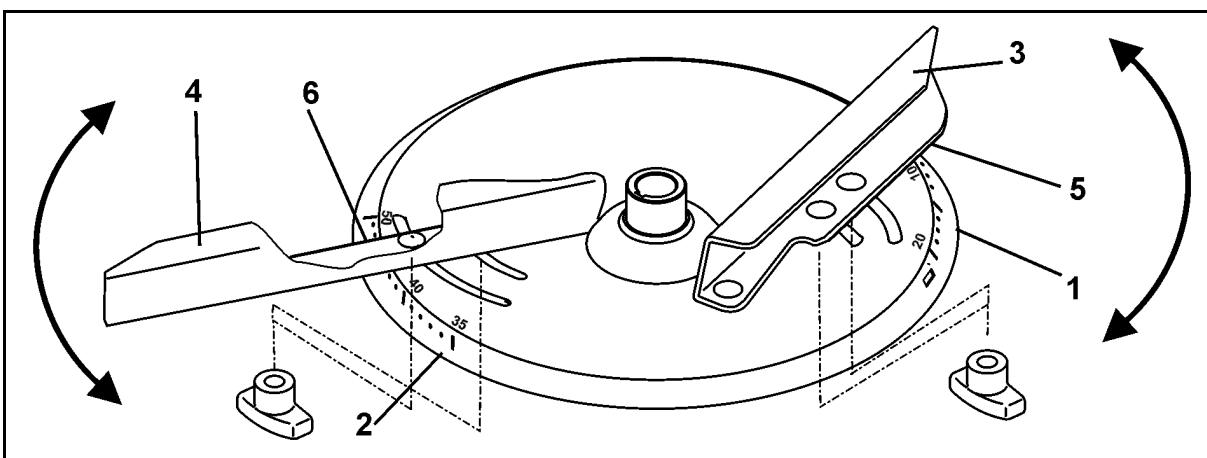

Рис. 61
Для точной настройки без использования инструмента отдельных распределяющих лопастей на каждом распределяющем диске расположены две различающиеся, характерные шкалы (Рис. 61/1 и Рис. 61/2).
- Более короткой лопасти (Рис. 61/3) соответствует шкала (Рис. 61/1) со значениями от 5 до 28, а более длинной лопасти (Рис. 61/4) шкала (Рис. 61/2) со значениями от 35 до 55.
- о Найдите для короткой распределительной лопасти (Рис. 61/3) установочное значение на указателе (Рис. 61/5).
- о Найдите для длинной распределяющей лопасти (Рис. 61/4) установочное значение на указателе (Рис. 61/6).
- Перевод распределяющих лопастей на большее числовое значение шкалы (Рис. 61/1 или Рис. 61/2) ведет к увеличению рабочей ширины захвата.